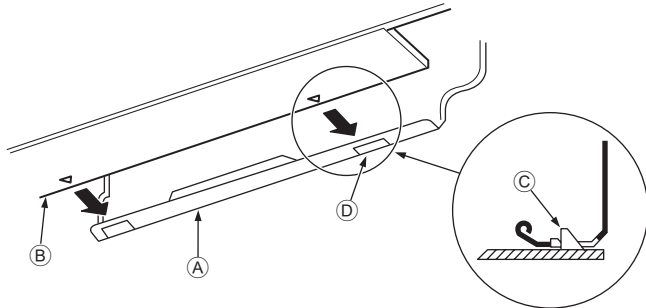

Fig. 3-16
3. Lors de l'insertion du tuyau de réfrigérant et le tuyau d'écoulement dans l'orifice mural d'insertion (manchette de pénétration), accrocher la partie supérieure de l'appareil intérieur sur la planche d'installation ①.
5. Fixer en poussant la partie inférieure de l'appareil intérieur sur la planche d'installation ①. (Fig. 3-16)
- * Vérifier que les boutons en bas de l'appareil intérieur sont correctement maintenus sur la planche d'installation ①.
- ① Planche d'installation
- ② Appareil intérieur
- ③ Crochet
- ④ Orifice carré